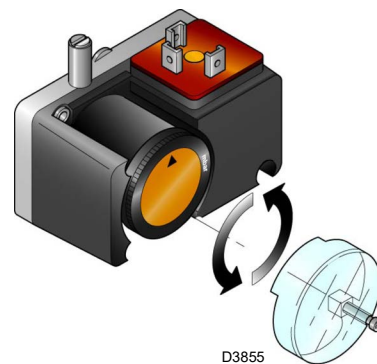

Abb. 31
- Regeln Sie den Druckwächter zur Kontrolle der Dichtheit (Kit PVP)(Abb. 31 auf Seite 32), wenn vorhanden, gemäß den dem Kit beiliegenden Anweisungen.
Regeln Sie den Druckwächter zur Kontrolle der Dichtheit (Kit PVP) (Abb. 31), wenn vorhanden, gemäß den dem Kit beiliegenden Anweisungen.